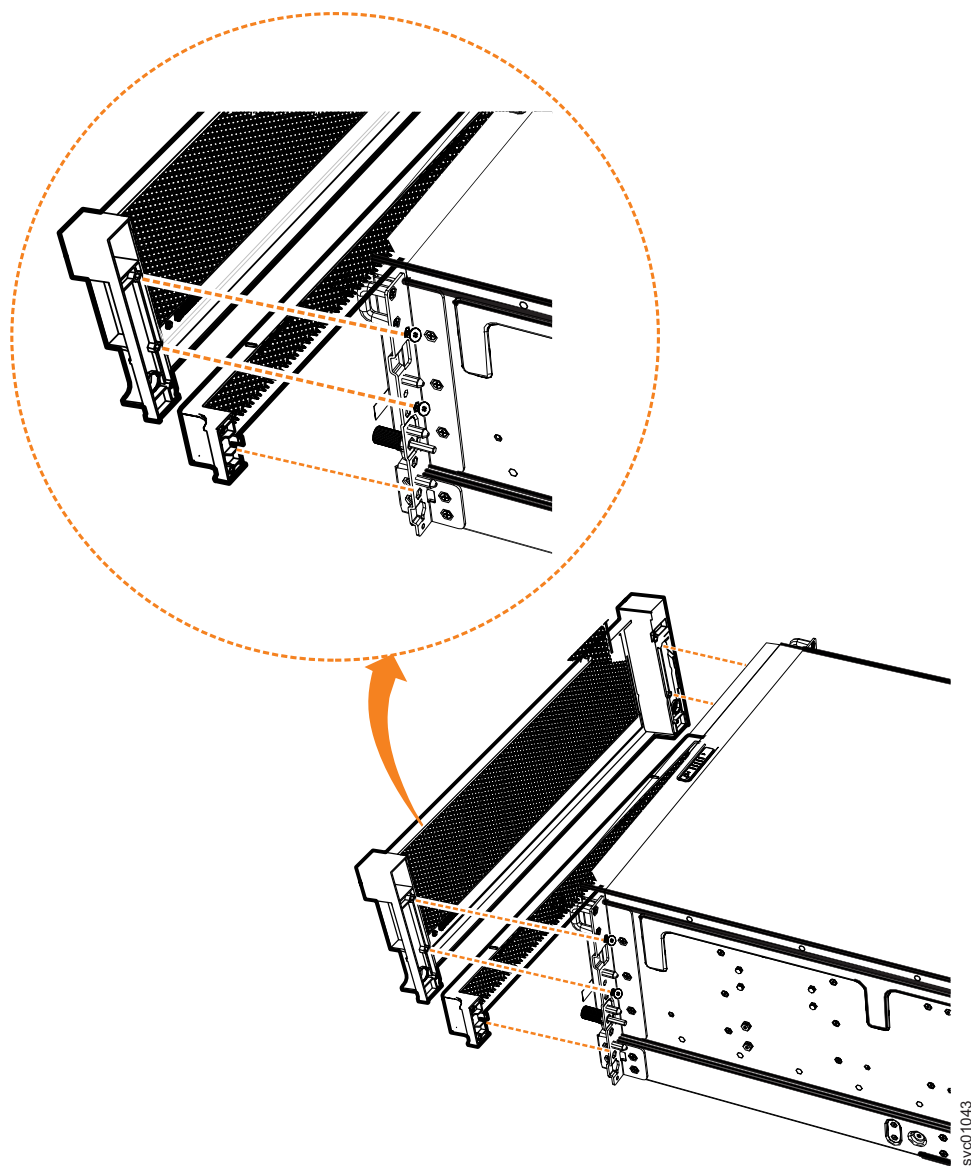

図 73. 拡張エンクロージャーの鼻隠しコンポーネントの再取り付け
2. つまみねじが両側の穴に通るように、前面 4U 鼻隠しをエンクロージャーの位置に正しく合わせます。 83 ページの図 73 に示すように、このアクションにより、鼻隠しの背面のねじ穴がエンクロージャーの前面フランジのねじ穴の位置に正しく合わされます。
4. 電源機構装置 (PSU) を覆う下段 1U 鼻隠しを再取り付けします。図 73 に示すように、鼻隠しをエンクロージャーの位置に正しく合わせ、シャーシの所定の位置にカチッと収まるまで慎重に押します。